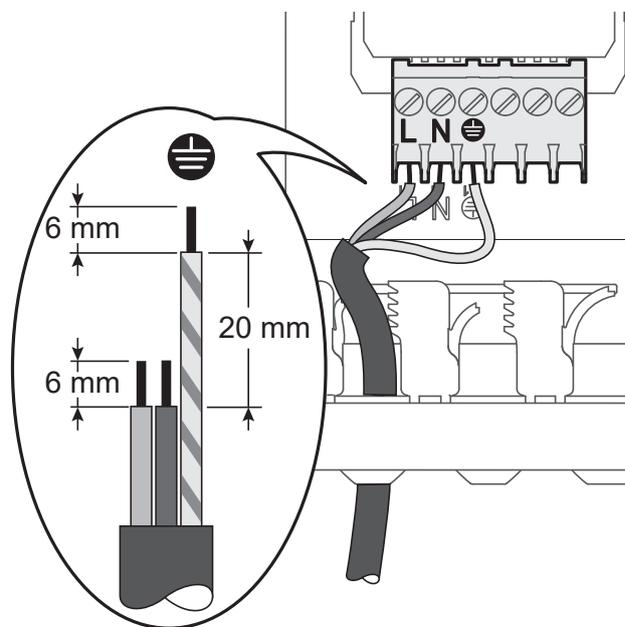

fig. 24 - Alimentation électrique 230 V -50 Hz
- Raccorder le câble d'alimentation (voir fig. 24).